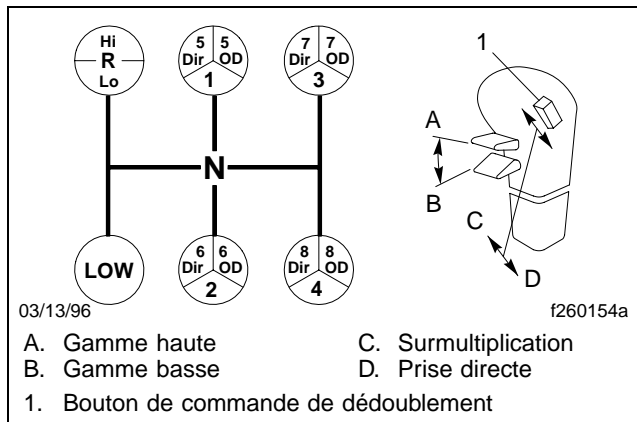

Fig. 8.17, Configuration des changements de rapports de la boîte Meritor à 13 vitesses
Les boîtes de vitesses Meritor à 13 vitesses offrent 13 rapports de marche avant et deux rapports de marche arrière. Chaque boîte a une section avant de 5 rapports et une section auxiliaire de 3 rapports. La section auxiliaire contient des rapports de gammes basse et haute, ainsi qu'un rapport surmultiplicateur de dédoublement pour la gamme haute. Voir la figure 8.17.
4. Étant en 5^e direct, si vous êtes prêt à rétrograder encore, poussez le levier sélecteur de gamme vers le bas dans la gamme basse. Effectuez un double débrayage en passant par le point mort et passez en 4^e. Voir la **figure 8.17**. Lorsque le levier de vitesses passe par le point mort, la boîte de vitesses passe automatiquement de la gamme haute à la gamme basse.